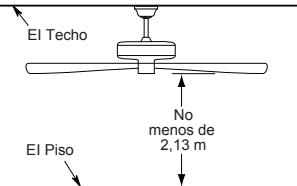

Figura 2
Caja profunda (Figura 2)
2. Retire el clip de horquilla y pasador de horquilla de la parte inferior de la bola para colgar. Retener el pasador y clip para la reinstalación en el paso 4. (Figura 2)
Debe colgar el ventilador a una distancia mínima de 2,13 m desde las aspas hasta el piso. (Figura 2)
Para evitar una posible descarga eléctrica, asegúrese de cortar la alimentación eléctrica de la caja de fusibles principal antes de alambrear el ventilador. (Figura 2)
- ☐ 2. Coloque y ajuste firmemente la cubierta para el tornillo de la base sobre los tornillos de reborde de la abrazadera para colgar mediante el mecanismo de seguro por giro del chavetero. (Figura 2)
- ☐ 2. Instale la unidad del carcasa de interruptor en el soporte utilizando las dos ranuras principales de conexión. Vuelva a colocar el tercer tornillo y asegure los tres tornillos (Figura 2)
2. Restaure la fuente de alimentación de la toma de corriente enciendi la electricidad del fusible principal. (Figura 2)